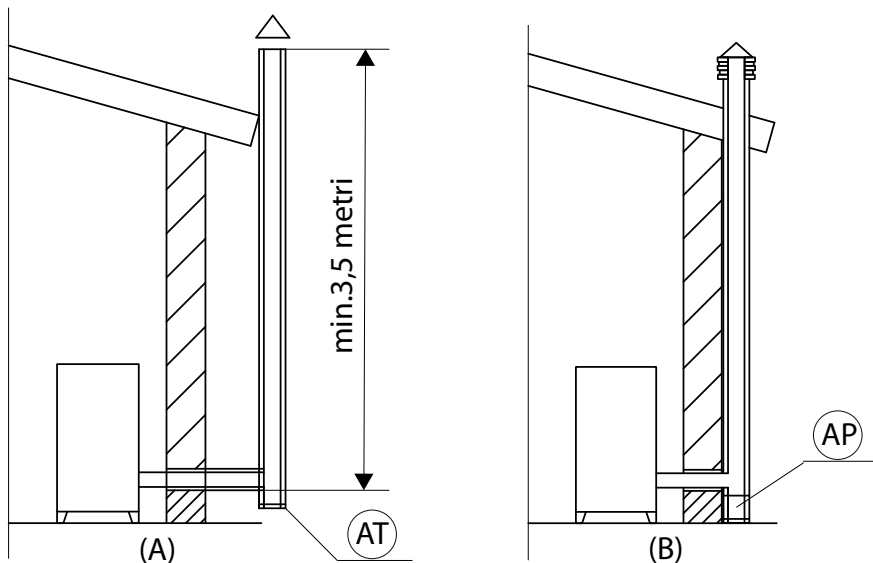

FIGURE 1 - CONDUIT DE FUMÉE
Un simple puits de lumière en ciment doit être entubé de manière appropriée. Dans les deux solutions, prévoir un bouchon d'inspection (AT) ou un volet d'inspection (AP) - FIG.1.